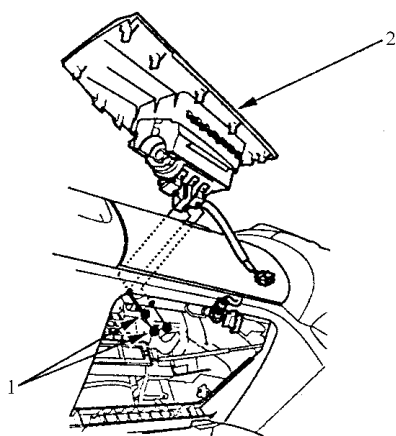

图 11-36 拆卸前排乘客安全气囊
4) 如图 11-36 所示, 拆卸支架上的 3 个紧固螺母。用布将安全气囊罩和仪表板盖住, 用螺钉旋具小心地将前排乘客安全气囊从仪表板中撬出(安全气囊罩两侧均有卡爪, 以便挂到仪表板上)。